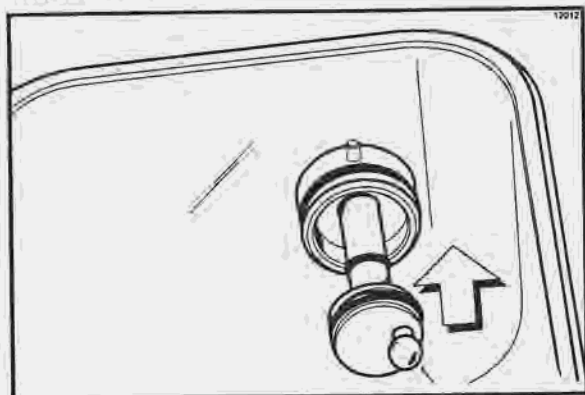

Figure 35
- Installez l'extrémité hexagonale de l'arbre d'entraînement dans le moyeu d'entraînement situé dans la paroi arrière du réservoir à mélange. (Voir la Figure 35.)